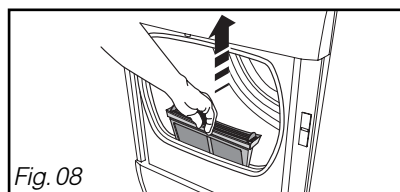

Fig. 08
– Enlevez-le de son logement en tirant de bas en haut (Fig. 08).